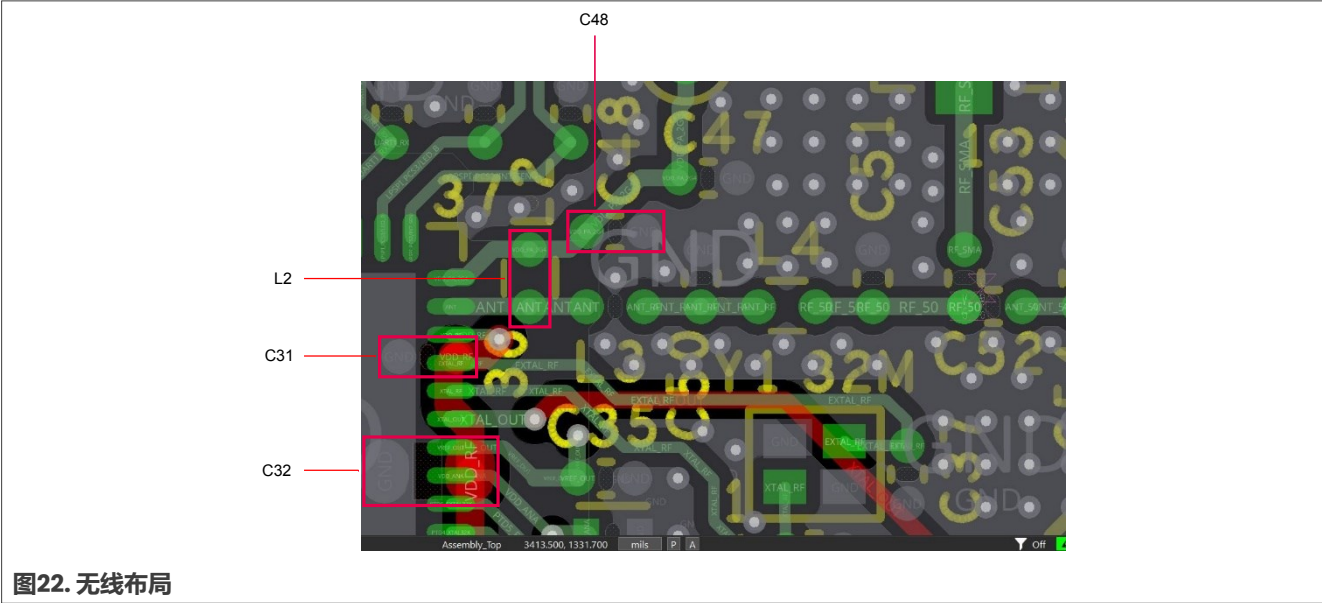

图22. 无线布局
- 放置上拉电感L2，如图22布局示例所示。
- 为了将VDD_RF线与ANT_RF线隔离，使用2pF电容C31作为短路电容。要确保适当隔离，无线布局应与图22中的布局示例完全相同。
- 天线匹配元器件必须彼此靠近，并靠近MCXW71芯片放置，如图22所示。